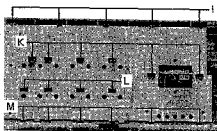

Fig. 2.8
2.9 Kontaktmatte und Keyboard PCB ausbauen (Fig. 2.8)